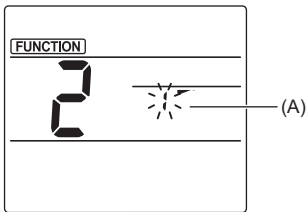

Fig. 3-2
- (2) Sélection du numéro d'ailette (Fig. 3-2) Appuyez sur les touches [↑/↓] pour sélectionner le numéro d'ailette (A), puis appuyez sur la touche [SET].